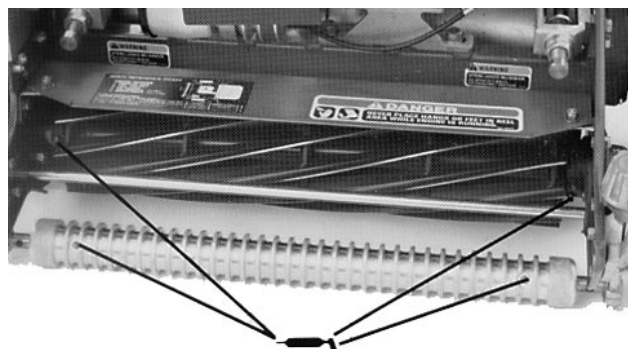

Figure 16
2. Emplacement des graisseurs: (2) sur le rouleau avant (Fig. 16), (2) sur les roulements des cylindres (Fig. 16), (2) sur les axes du tambour (Fig. 17), (3) sur le différentiel (Fig. 17), (2) sur les roulements de l'arbre de renvoi des cylindres (Fig. 18) et (1) sur la poulie de tension de la courroie (Fig. 19).